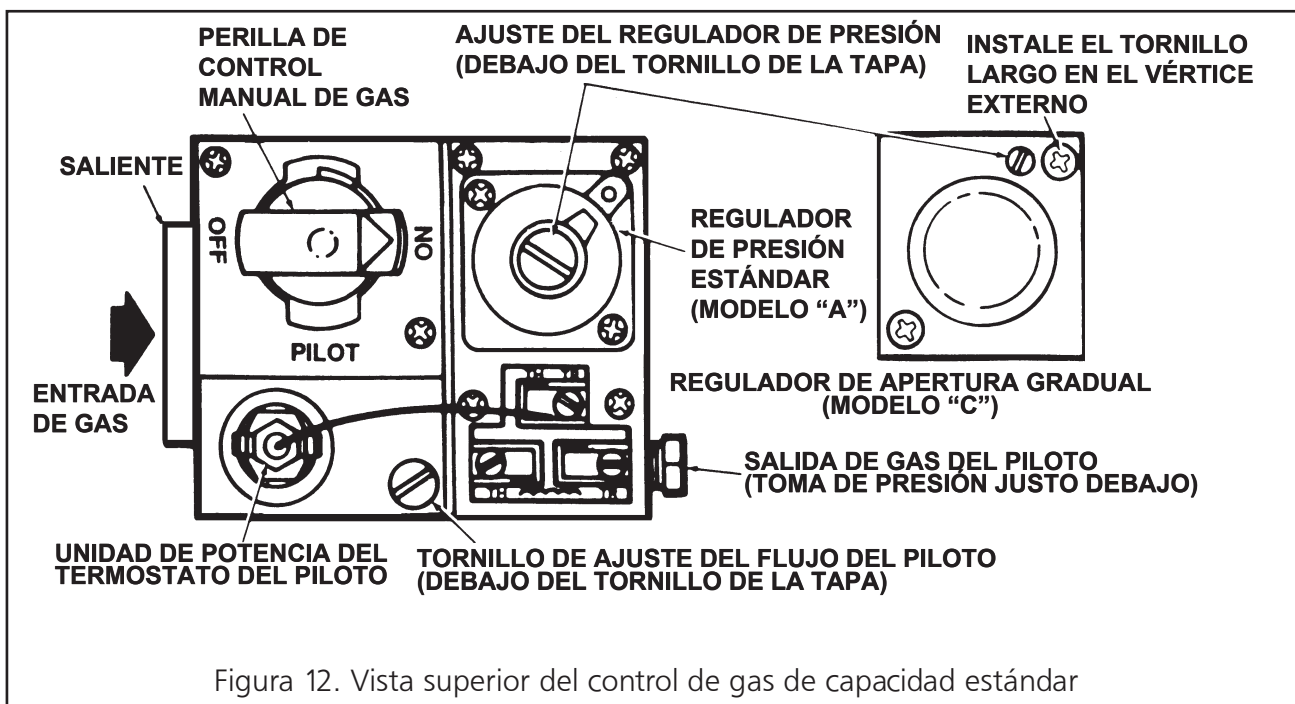

Figura 12. Vista superior del control de gas de capacidad estándar
- A. Retire el tornillo de ajuste de la tapa del piloto. Consulte la Figura 12.
es posible que el tornillo de ajuste del flujo de gas del piloto esté cerrado	abrirlo y ajustarlo (consulte la Figura 12)